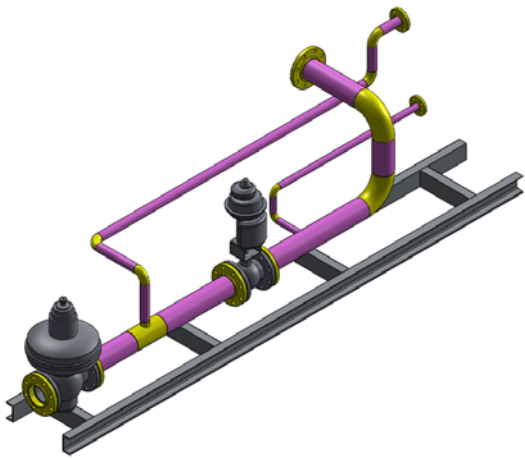

图 18-104 分流通路
❸ 按 Esc 键关闭草图的绘制。最终绘制的结果如图 18-104 所示。